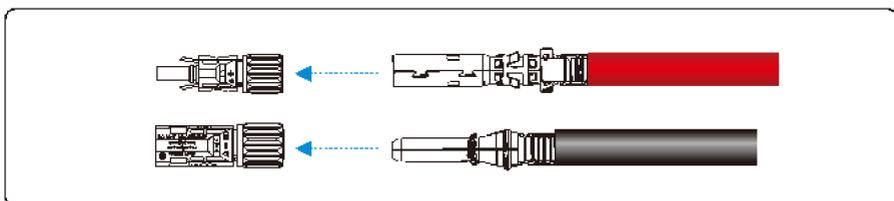

Figura 5.12 Conectando os terminais positivos e negativos
Passo 3 Insira os cabos de alimentação positivos e negativos cravados nos conectores positivos e negativos correspondentes até que um som de "clique" seja ouvido, conforme mostrado na Figura 5.12.